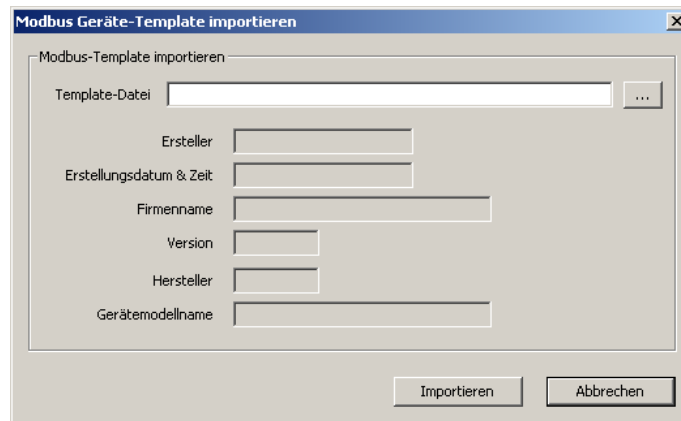

Abbildung 152: Dialog zum Modbus Geräte-Template Importieren
3. Klicken Sie auf die Schaltfläche **Aus Template erstellen**. Dadurch wird der **Modbus Geräte-Template importieren** Dialog geöffnet, der in Abbildung 152 dargestellt ist.
3. Klicken Sie auf die Schaltfläche **Erstelle mit DP**. Dadurch wird der **Modbus Geräte-Template importieren** Dialog geöffnet, der in Abbildung 152 dargestellt ist.